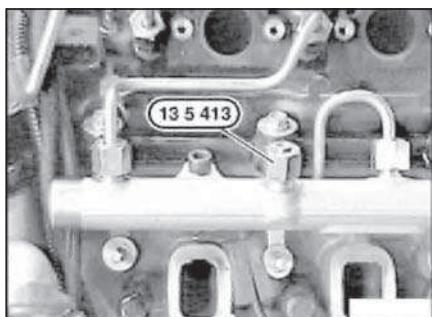

Рис. 9.112. Приспособление «13.5.413»
- Отсоединить напорный трубопровод между аккумулятором давления и инжектором цилиндра №1. Установить приспособление «13.5.413» (рис. 9.112) на освободившейся штуцер аккумулятора давления и затянуть его моментом 35 Н.м (3,5 кгс.м) для хромированных трубопроводов (желтая метка) выпуска до 10.2000 г. или моментом 20 Н.м (2,0 кгс.м) для фосфатированных трубопроводов (желтая метка) выпуска до 10.2000 г.